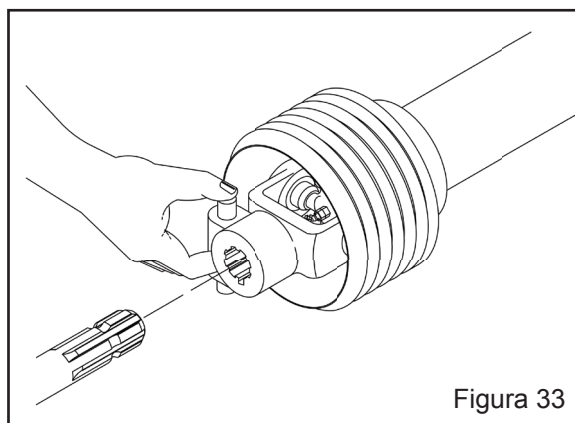

Figura 33
j) Ao acoplar o cardan na tomada de potência pressione o pino de engate rápido e introduza o garfo no eixo da TDP até que o mesmo trave no canal. Após a operação de travamento o pino de engate rápido deve retornar a posição inicial. (Figura 33)